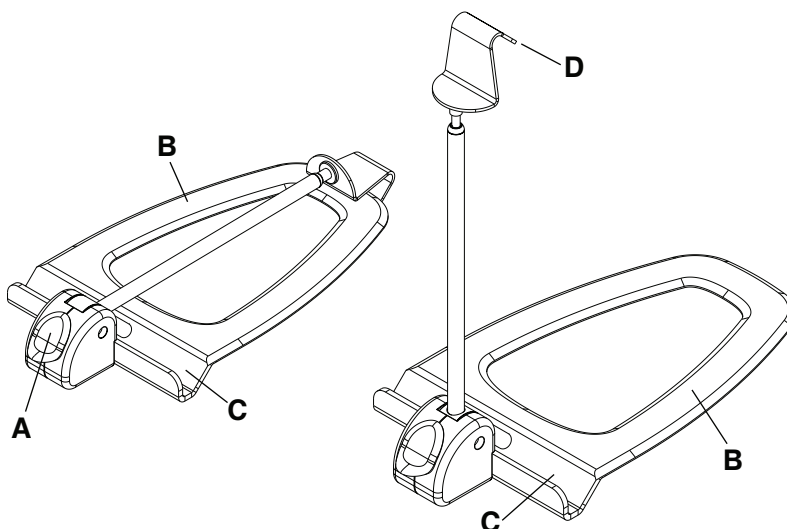

Figura 29 – Suportul lateral al casetei pentru radiografii
2. Apăsăți butonul de eliberare galben (A) pentru a deschide suportul lateral al casetei pentru radiografii (Figura 29).
3. Glisați baza plată (B) între saltea și platforma pentru pacient.
5. Introduceți caseta pentru radiografii în locașul pentru casetă (C).
6. Trageți de cârligul pentru casetă (D) pentru a ajusta înălțimea brațului, astfel încât să se potrivească cu caseta pentru radiografii pentru a o fixa în poziție.